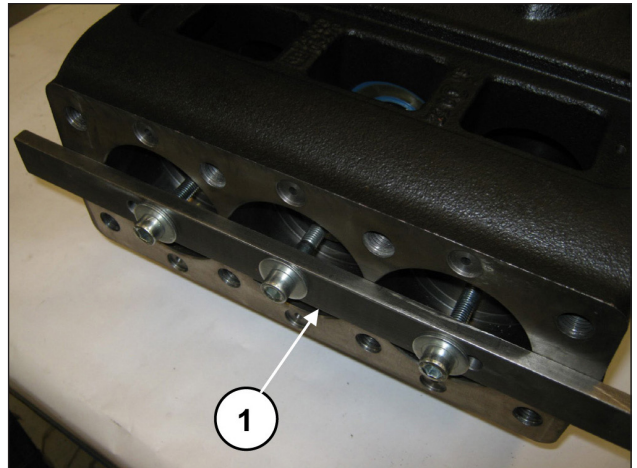

Abb. 19
Schieben Sie die Pleuelhälften in Richtung Hydraulik ganz vor, damit die Kurbelwelle heraustritt. Verwenden Sie als Arbeitshilfe das entsprechende Werkzeug (Art. 27566200), (Pos. ①, Abb. 19).